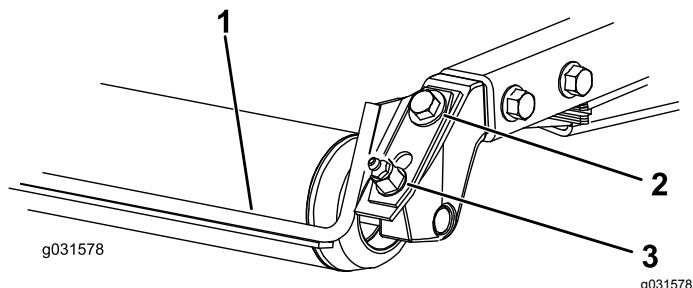

図 10
1. グリスフィットティングと取り付けねじをゆるめる 図 10。